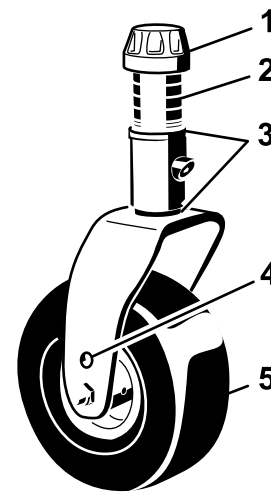
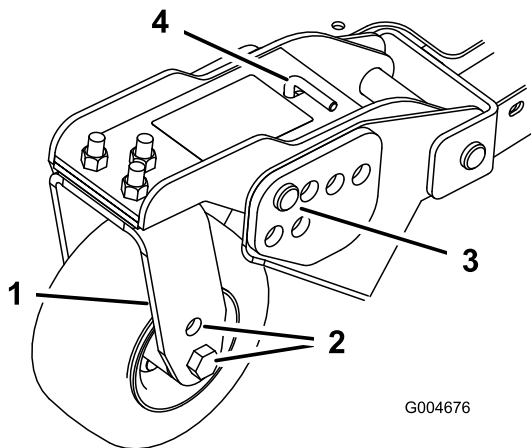
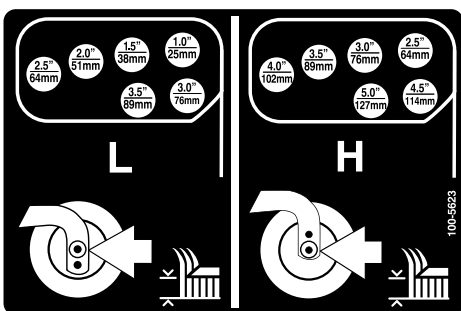

Figure 22
Figure 24
Figure 25
- Placez les essieux des roues pivotantes dans les mêmes trous sur toutes les fourches (Figure 22 et Figure 24).
- Enlevez le chapeau de tension de l'axe de pivot et sortez l'axe du bras de la roue pivotante (Figure 22).
- Enlevez la goupille fendue et les axes de chape des bras pivotants (Figure 24).
soient en face de ceux du support de hauteur de coupe sélectionnés dans le cadre du plateau de coupe (Figure 24 et Figure 25).